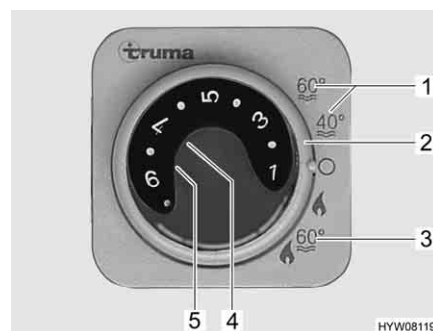

Fig. 140 Centralina di controllo per riscaldamento/boiler
Il boiler è integrato nel riscaldamento e funziona a gas (funzionamento a gas) o a gas o a corrente (funzionamento a gas e funzionamento elettrico a 230 V). Il boiler si accende dalla centralina di controllo (Fig. 140) con l'interruttore girevole (Fig. 140,2). Sul selettore di energia (Fig. 142) viene preselezionato il tipo di energia (funzionamento a gas e elettrico a 230 V).
Durante il funzionamento invernale "Riscaldamento e boiler" (Fig. 140,3) accendendo il riscaldamento viene riscaldata automaticamente anche l'acqua nel boiler. Quando il riscaldamento si spegne al raggiungimento della temperatura ambiente desiderata, il boiler continua a riscaldare l'acqua, fino a quando questa raggiunge la temperatura impostata.
Durante il funzionamento estivo (Fig. 140,1) l'acqua nel boiler viene riscaldata soltanto fino a 40 °C o 60 °C. L'acqua si riscalda a 60 °C in ca. 25 minuti. La spia di controllo gialla (Fig. 140,5) si accende durante la fase di riscaldamento del boiler.
L'alimentazione di tensione dell'apparecchio non può essere interrotta tramite l'interruttore principale a 12 V. In caso di guasto si accende la spia rossa di controllo (Fig. 140,4) sulla centralina di controllo (vedi capitolo 14).
- Sulla centralina di controllo (Fig. 140) posizionare l'interruttore girevole (Fig. 140,2) su "Funzionamento estivo" (Fig. 140,1).
La spia gialla di controllo (Fig. 140,5) si accende durante la fase di riscaldamento. Al raggiungimento della temperatura dell'acqua desiderata, la fase di riscaldamento termina e la spia gialla di controllo si spegne.
- Sulla centralina di controllo (Fig. 140) posizionare l'interruttore girevole (Fig. 140,2) su "O".
La combinazione funzionamento a gas e funzionamento elettrico a 230 V diminuisce il tempo di riscaldamento del boiler (è possibile solo se il boiler viene impostato sulla centralina di controllo (Fig. 140) su funzionamento invernale).